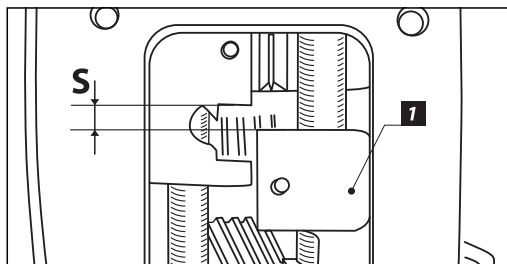

Рис. 19
3. Проверьте величину S (Рис. 19), она должна составлять минимум 4 мм (если меньше, то доработайте торец вилки [1]).